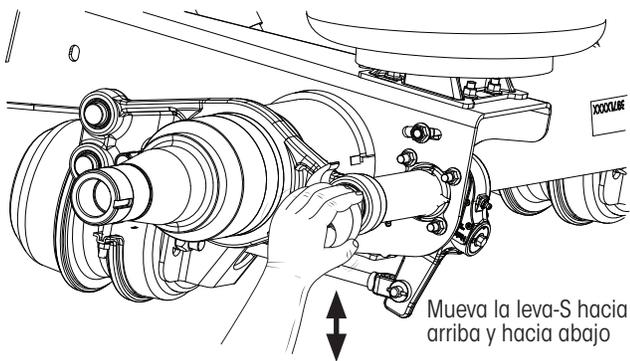

Figura 9: Revisión del desgaste del buje
1. En todos los modelos, **revise** el juego radial entre la leva-S y los bujes de la leva-S. Use un indicador de carátula asegurado rígidamente al eje o a la viga de la suspensión para medir el movimiento hacia arriba y hacia abajo de la leva-S (Figura 9).